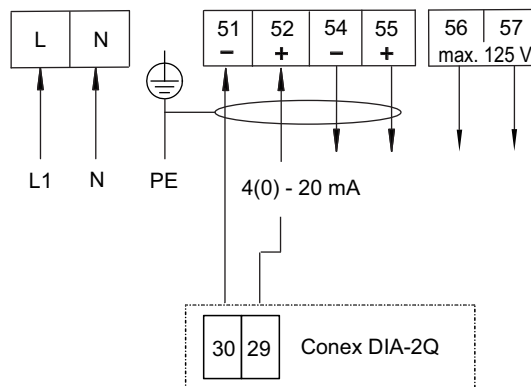

Abb. 18 Klemmenanschlussdiagramm Conex® DIA-2Q
2. Elektrische Anschlüsse nach dem Schaltplan, siehe Abb. 18, vornehmen.